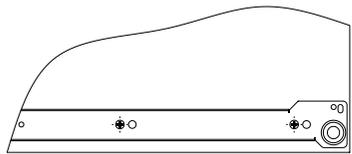

Рис.1
1. Установить направляющие длиной 350 мм на боковины 2, 3. **Внимание:** данные направляющие закрепляются во вторые (большие) отверстия шурупами 3,5x16 (Рис. 1).